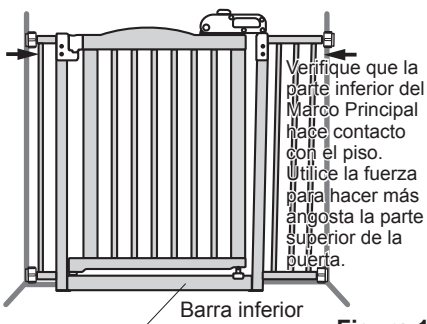

Figura 1
- Por seguridad, la parte inferior del producto debe hacer contacto con el piso según se muestra en la Figura 1.
✖ El ancho de la parte superior del marco podría ser más ancho que la pared ya que el producto está diseñado para instalarse utilizando un efecto de resorte de tensión. Si es necesario, utilice la fuerza para hacer que la parte superior de la puerta sea más angosta para encajar entre la pared según se muestra en la Figura 1.